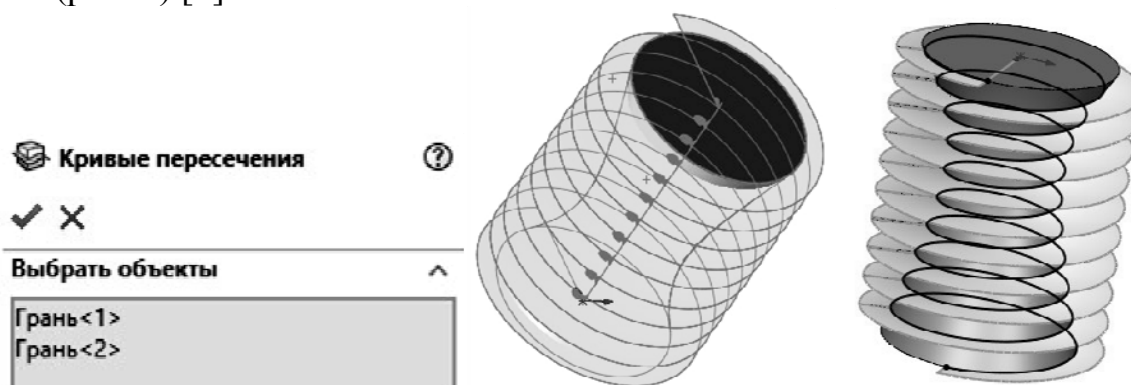

Рис. 7 Создание трехмерного эскиза
– для получения трехмерного эскиза: «Преобразование объектов» / выбрать компоненты / «Готово» (рис. 7);